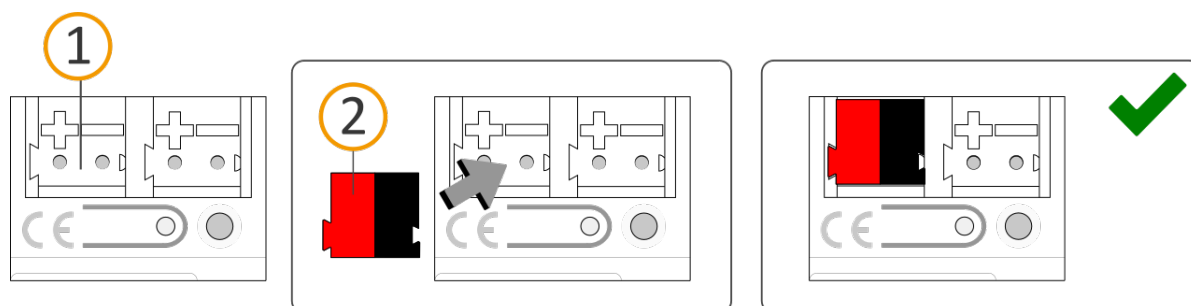

Abbildung 16: Busleitung anschließen
2. Verbinden Sie die KNX/TP-Busleitung (nachfolgend Busleitung genannt) mit dem KNX Anschluss des Geräts (siehe Abbildung 16, Pos. 1) mittels beigefügter Busanschlussklemme (siehe Abbildung 16, Pos. 2). Polung: links/rot: „+“, rechts/schwarz: „-“.
- a. Stecken Sie die Busanschlussklemme (siehe Abbildung 16, Pos. 2) auf.